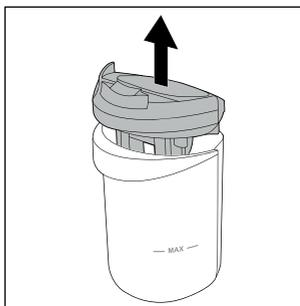

Fig. 21
- ◆ Trageți capacul rezervorului de apă murdară **9** în sus din rezervorul de apă murdară **2** (a se vedea fig. 21).